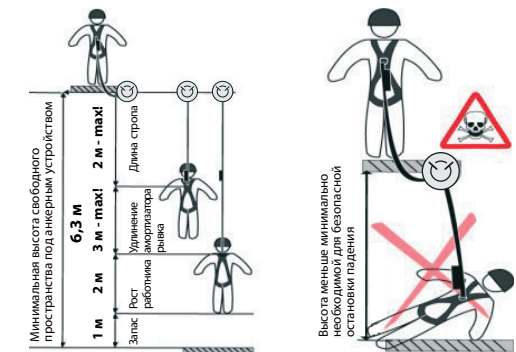

рис. 8
**ВАЖНО!** В случае существования риска падения работника, необходимо использовать исключительно страховочную систему, предназначенную для безопасной остановки падения, состоящую из страховочной привязи, присоединяемой подсистемы, соединяющей привязь с анкерным устройством. Для обеспечения безопасной остановки падения с помощью стропа с амортизатором необходимо убедиться в наличии свободного пространства под пользователем, чтобы избежать столкновения работника с поверхностью или иными предметами (рис. 8). При организации страховочной системы использовать стропы без амортизатора рывка запрещено. При организации удерживающей системы или системы для позиционирования необходимо использовать стропы без амортизатора рывка. В случае использования стропа с амортизатором, он должен быть подсоединен к страховочной точке на привязи.